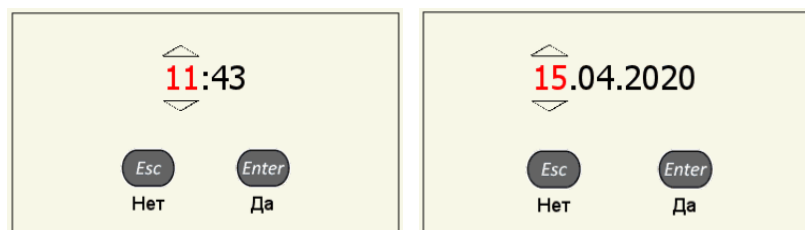

Рисунок 21
- в открывшемся окне редактирования (рисунок 21) клавишами  выбрать разряд для редактирования;